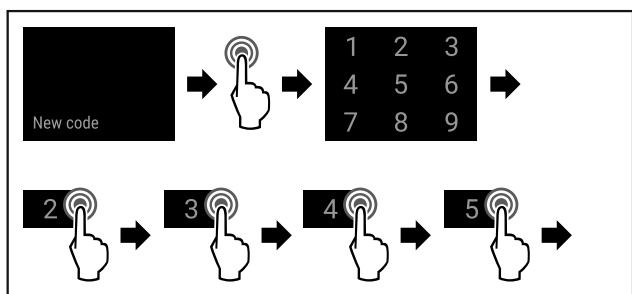

Fig. 82
- ▶ Obavite korake postupka (pogledajte Fig. 82) .